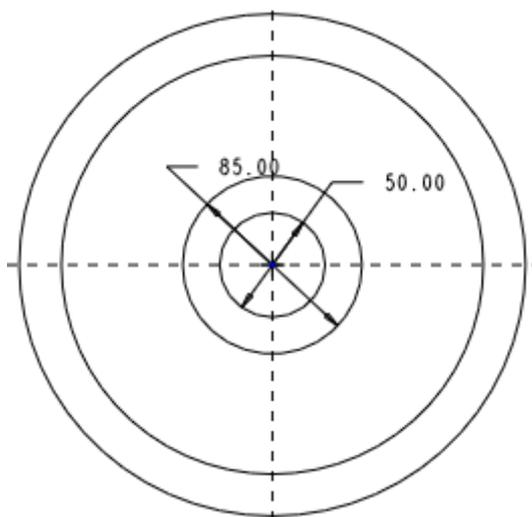

图 53-8
- (3) 单击【草绘】按钮，进入草绘工作环境。
(4) 绘制如图 53-8 所示的两个同心圆。